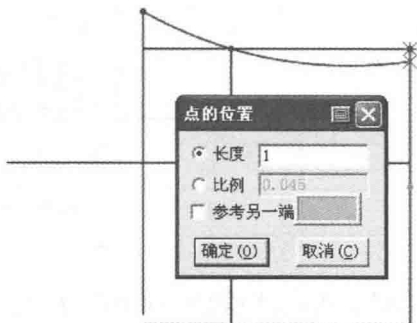

图 7-81 画前浪弧线
(9) 选择  【智能笔】工具从横裆线端点经前中臀点在腰围基础线 1cm 处相连画一条线 (图 7-81)。